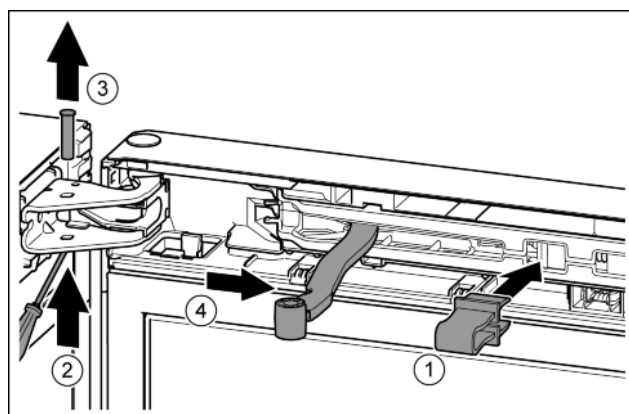

Fig. 11
- ▶ Zabezpieczenie zazębnić w otworze. Fig. 11 (1)
- ▶ Sworznie wysunąć przy pomocy śrubokręta. Fig. 11 (2)
- ▶ Sworznie wyjąć w górę. Fig. 11 (3)
- ▶ Przegub obrócić w kierunku drzwi. Fig. 11 (4)